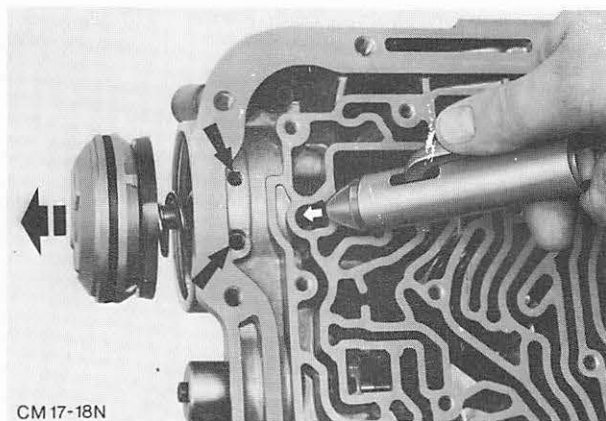

Abb. 55 Servokolben mit Hilfe von Druckluft ausbauen, dabei eventuell die beiden Gehäusebohrungen zuhalten
13. Deckel des vorderen Servokolbens **etwas** hineindrücken und Sicherungsring entfernen. Servokolben mit Druckluft herausdrücken. Abb. 55. Dabei eventuell die beiden Gehäusebohrungen zuhalten.